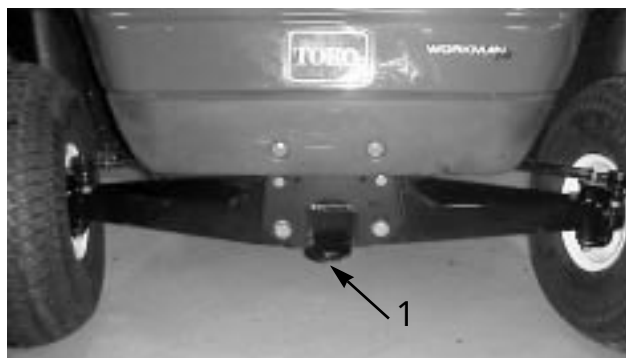

図 23
- 2．前フレームのトングにロープなどの牽引索を取り付ける（図23）。